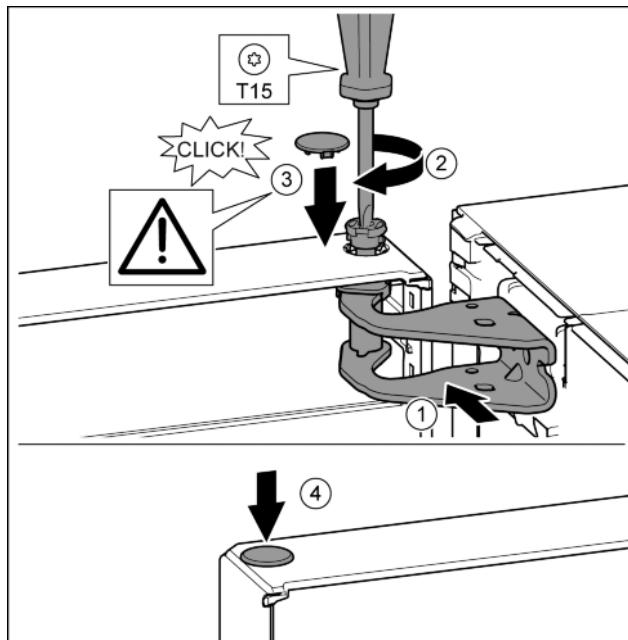

Fig. 17
- Дверь вверху выровнять по отверстию в опорном кронштейне. *Fig. 17 (1)*
- Вставить палец и затянуть отверткой T15. *Fig. 17 (2)*
- Установить предохранительную крышку для защиты двери: вставить предохранительную крышку и проверить, прилегает ли она к двери. В ином случае вставить палец полностью. *Fig. 17 (3)*
- Вставить заглушку. *Fig. 17 (4)*